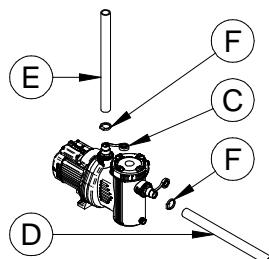

Fig. 24
3. Applicate, se necessario, alcuni giri del teflon in dotazione attorno ai portagomma (Fig. 24, # C; *componenti idraulici*) per garantire la tenuta del tubo (*componenti idraulici*) sul portagomma.
4. Collegare il tubo (*componente idraulico*) di aspirazione al portagomma IN (Fig. 24, # D) ed il tubo di mandata al portagomma OUT (Fig. 24, # E). Assicurare i tubi (*componente idraulico*) con delle fascette (Fig. 24, # F).